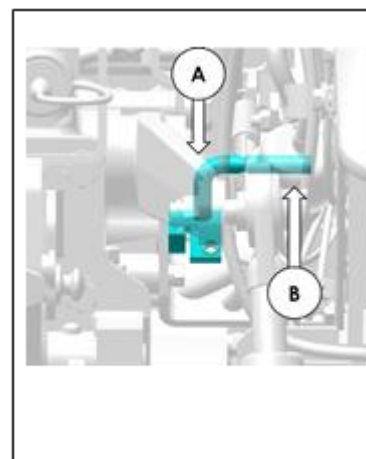
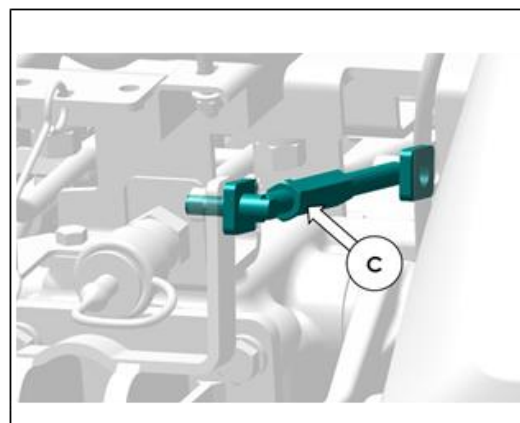

Abb. 120 – EINZUSTELLENDER ABSTAND
Abb. 121 – MUTTER ZUR EINSTELLUNG DES ABSTANDS
4. Achten Sie darauf, dass der Abstand zwischen (A) und (B) 3 bis 4 mm beträgt. Stellen Sie die Mutter (C) ein, um den Abstand zu erzielen (Abb. 120 und Abb. 121).